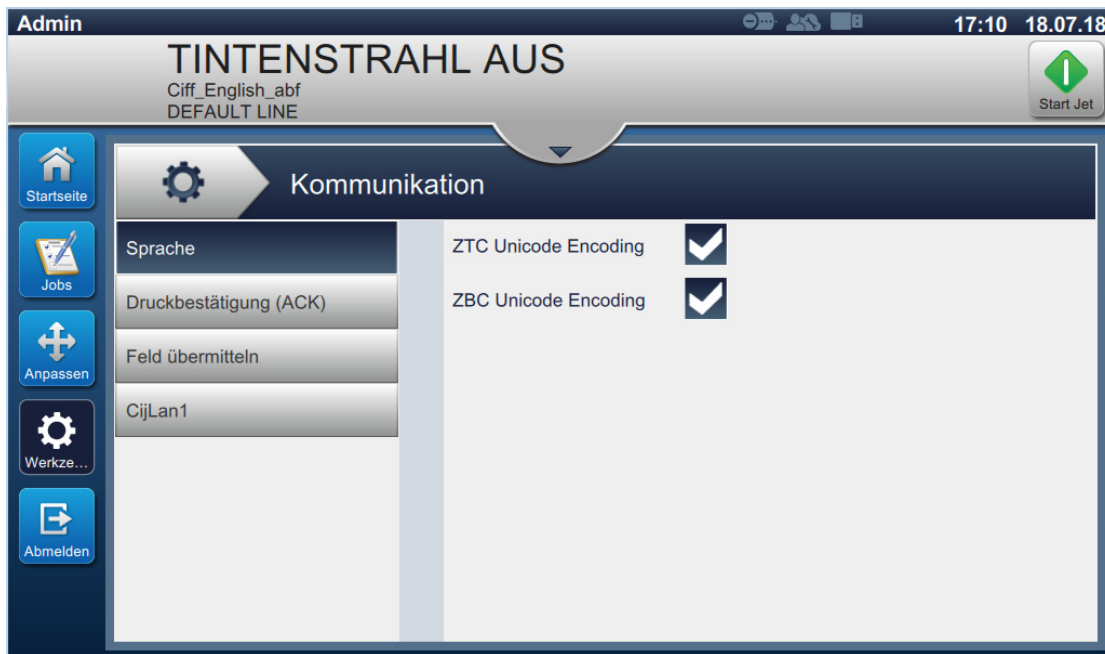

Abbildung 6-16: Bildschirm „Kommunikation“
1. Berühren Sie die Schaltfläche  auf dem Bildschirm „Tools“ („Werkzeuge“). Der Bildschirm „Kommunikation“ entspricht der Darstellung in Abbildung 6-16.